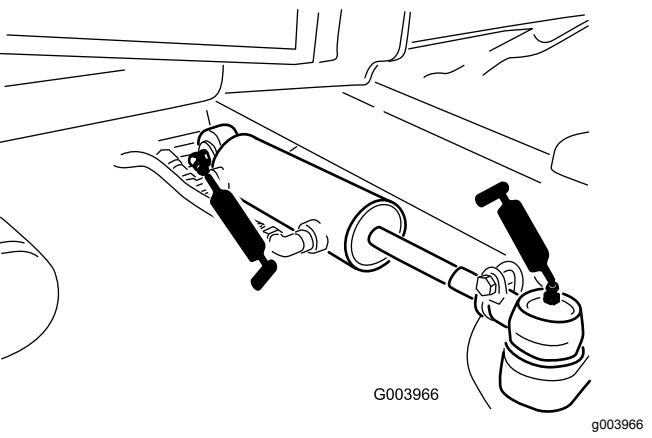

Bild 70
- Lenkzylinder-Kugelgelenke (2) (Bild 70)